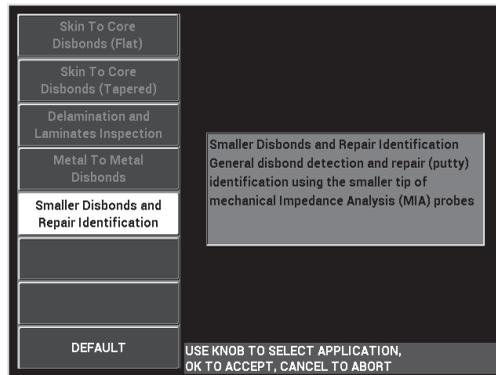

Abbildung 6-30 Anwendung Kleine Ablösungen
3. Wählen Sie die Anwendung **Kleine Ablösungen** aus und drücken Sie zur Bestätigung auf  (siehe Abbildung 6-30 auf Seite 156).